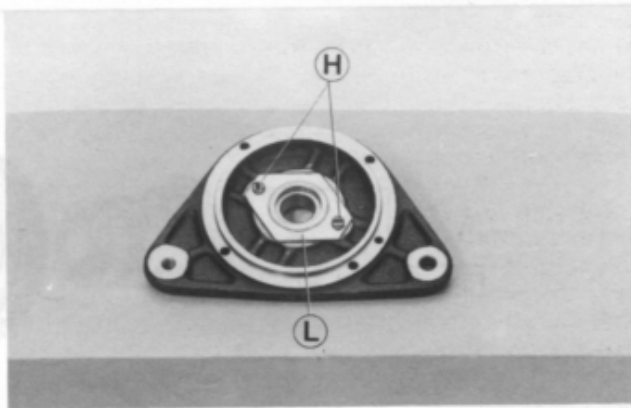

Fig. 85
**Fig. 85 - Cuscinetto a sfere lato puleggia:** smontare la flangia mediante le quattro viti di fissaggio, svitare le due viti «H» asportare la piastrina «L» e dalla parte opposta a quella rappresentata in figura, con un punzone di Ø esterno mm 22 espellere il cuscinetto.